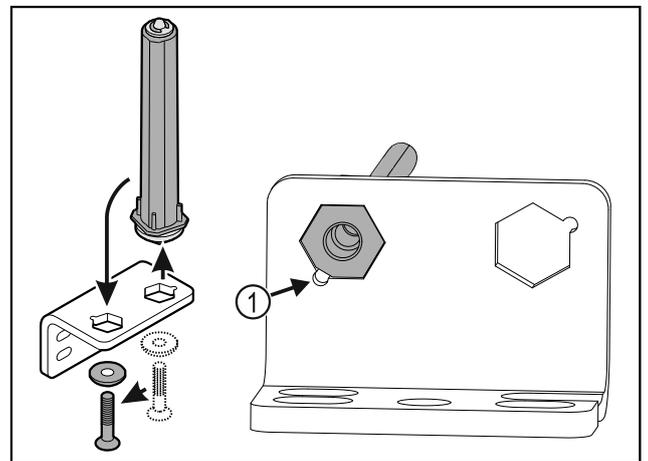

Fig. 36
- ▶ Asegúrese de que el bisel del perno Fig. 36 (1) esté orientado hacia el orificio redondo al insertarlo.